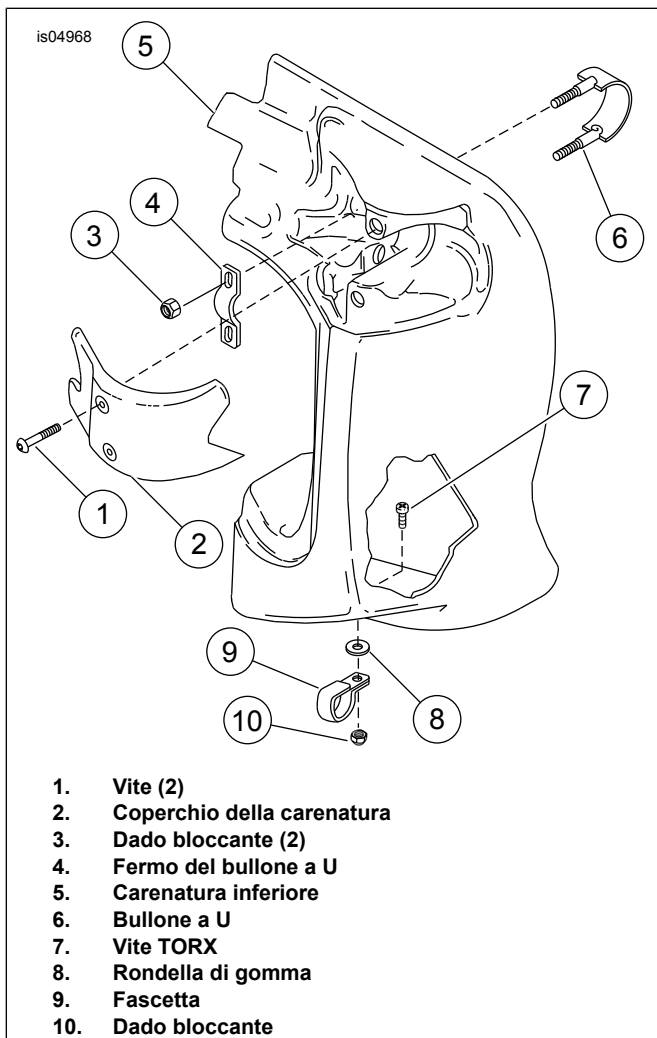

Figura 1. Carenatura inferiore per accessori per FLHR/I o FLHT/C/I
1. Vedere Figura 1. Rimuovere le due viti (1) che fissano il coperchio della carenatura (2) alla carenatura inferiore (5). Rimuovere il tappo. Mettere da parte le parti per l'installazione.
2. Rimuovere la vite (7), la guarnizione di gomma (8), il dado bloccante (10) e il morsetto (9) che fissano il fondo della carenatura inferiore alla protezione del motore e mettere da parte.
3. Rimuovere i due dadi bloccanti (3), il bullone a U (6) e il fermo del bullone a U (4).
2. Vedere Figura 1. Installare la carenatura inferiore sulla nuova protezione del motore usando il bullone a U (6) da dietro, usando i fori posti in alto nella carenatura. Installare il fermo (4) in posizione sul bullone a U e fissare la protezione del motore con i due dadi bloccanti (3). Non serrare i dadi bloccanti in questo momento.
3. Fissare il fondo della carenatura alla protezione del motore con il morsetto (9) rimosso in precedenza. Installare il morsetto intorno alla protezione del motore nella direzione indicata, con le linguette in direzione del retro del veicolo e la parte piatta del morsetto appoggiata alla carenatura inferiore. Inserire la vite (7) attraverso la carenatura inferiore, la rondella di gomma (8) e il morsetto (9). Assicurare il gruppo con il dado bloccante (10). Serrare.